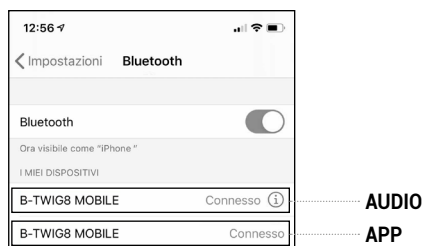

fig. 4F
**Remarque :** durant la connexion de données via l'application, le menu Bluetooth® du dispositif mobile visualisera une deuxième fois le message « B-TWIG 8 MOBILE » qui ne pourra pas être sélectionné. L'utilisateur pourra ainsi contrôler la connexion de données entre l'application et le système (Fig. 4F)